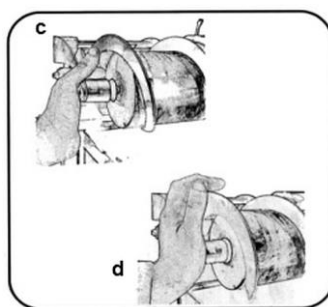

Afb. 35
5. Plaats de pakking van de aanzuigkap in de ruimte van de spiraal en druk deze diep in (Afb. 35).